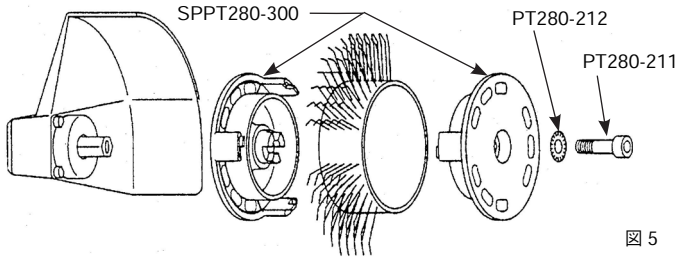

図 5
- 3- 研磨ベルトをアダプタと特定のねじで正しく工具に取り付けます。図5を参照。ブラシ毛が必ず工具の回転に合わせて正しい方向に設定されるようにしてください。85ページ目を参照。